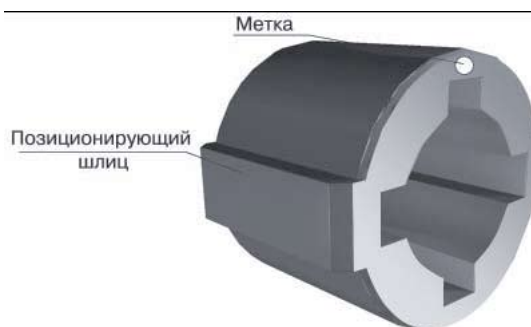

Рис. 2.
- вставьте муфту в редуктор без применения чрезмерного усилия (метка должна остаться с видимой стороны муфты, см. рис. 2).